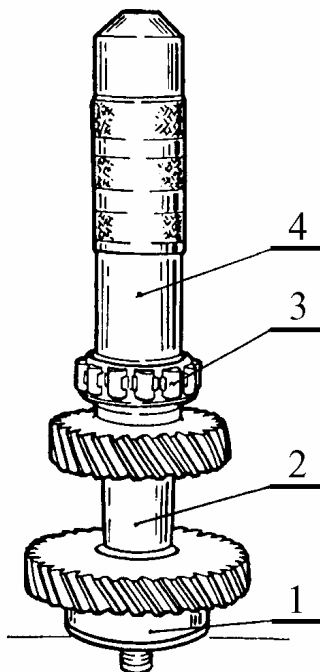

Рис.43. Напрессовка подшипников на промежуточный вал:
5.3 Напрессовать на промежуточный вал 2, рис.43, задний подшипник 1 и внутреннюю обойму 3 переднего подшипника (молоток, оправка А.70152).